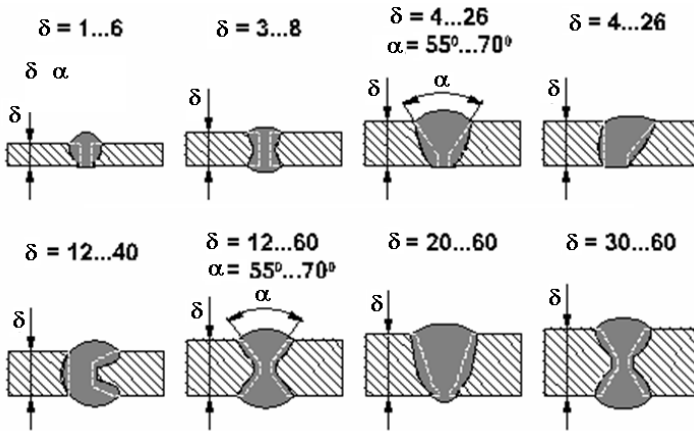

Рисунок 10.1 - Стикові типи зварних з'єднань
- **стиковими** - коли деталі приварюються торцевими поверхнями. Вони є найбільш раціональними, тому що їхня міцність дорівнює міцності основного металу. Для практичної реалізації цих з'єднань, залежно від товщини, необхідно обробити відповідним чином крайки деталей що з'єднуються (рис. 10.1). При цьому форма оброблюваних крайок сприяє більш успішному формуванню звареного шва, який збігається за формою з торцевим перетином деталей що зварюються;